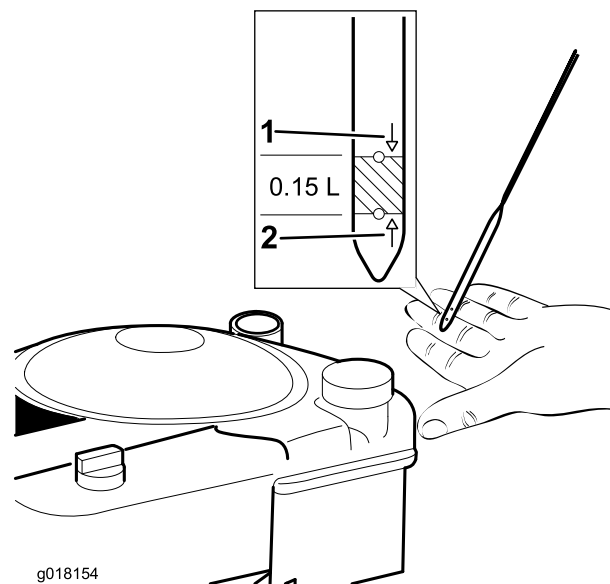

Figura 10
3. Se o nível de óleo for muito baixo, **lentamente** deite óleo no tubo de enchimento do óleo, aguarde 3 minutos e verifique o nível do óleo na vareta ao limpar a vareta e, depois, introduza, a vareta no tubo (Figura 10).